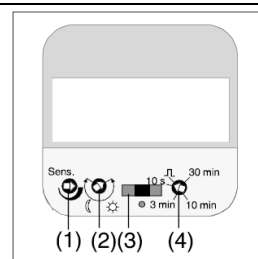

Bild 28
1. Automatikbetrieb einstellen; dazu Schalter (3) in Mittelstellung bringen (Bild 28).
2. Potentiometer Helligkeit (2) auf Tagbetrieb (Endanschlag „Sonne“) einstellen.
3. Potentiometer Nachlaufzeit (5) auf ca. 10 Sekunden einstellen.
4. Potentiometer Empfindlichkeit (1) maximalen Wert einstellen.